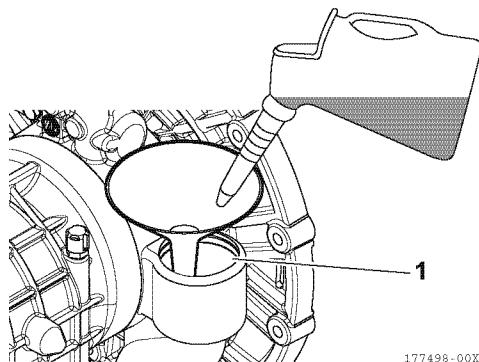

Abbildung 18
9. Schmieröl über den Sitz der Ölfilterkartusche (1, **Abbildung 18**) gemäß der Schmieröltabelle auf Seite 20 nachfüllen.